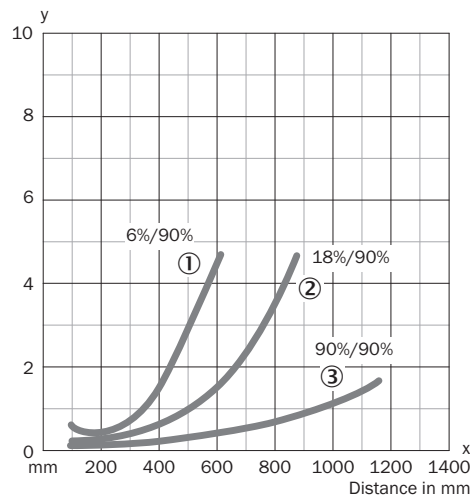
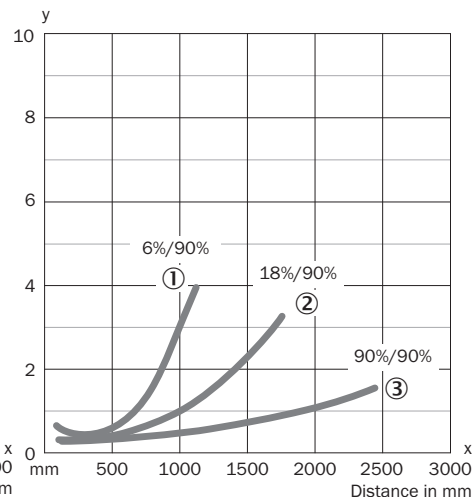

Figura 42: WT24-2xx4x, -2xx5x
Figura 43: WT24-2xx1x, -2xx2x
Controllare le condizioni d'impiego: predisporre la distanza di lavoro e la distanza dall'oggetto o dallo sfondo nonché il fattore di riflessione dell'oggetto in base al relativo diagramma vedi [figura 42 e figura 43] (x = distanza di lavoro, y = area di transizione tra distanza di lavoro impostata e soppressione dello sfondo in % della distanza di lavoro (coefficiente di riflessione oggetto/coefficiente di riflessione sfondo)). Coefficiente di rifles-
La distanza minima (= y) per la soppressione dello sfondo può venire rilevata dal diagramma [figura 42 ①] come segue: